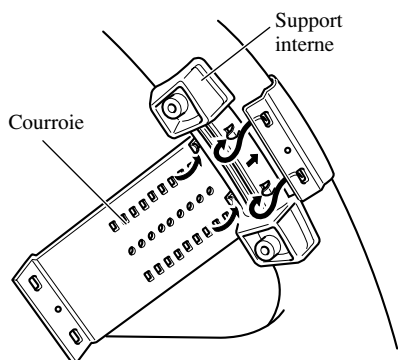

Fig. 8
1. Fixer le support interne à la circonférence intérieure du volant de direction avec la courroie. (Fig. 8)